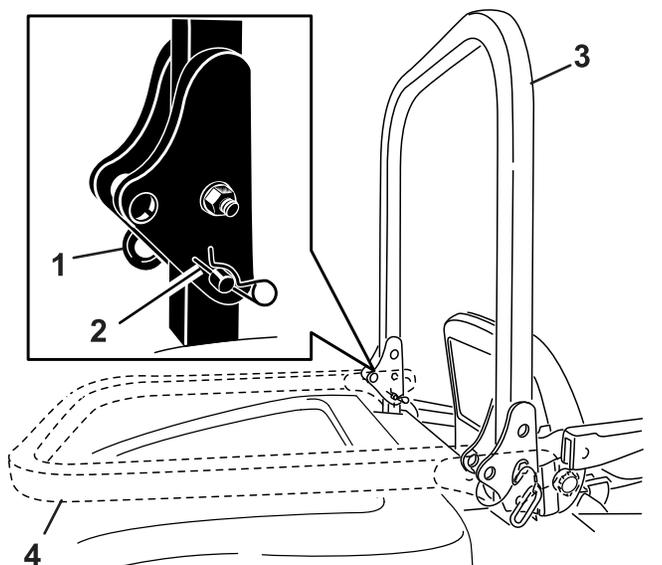

Figura 20
1. Con il roll bar in posizione sollevata, rimuovete le coppiglie e le 2 spine (Figura 20).